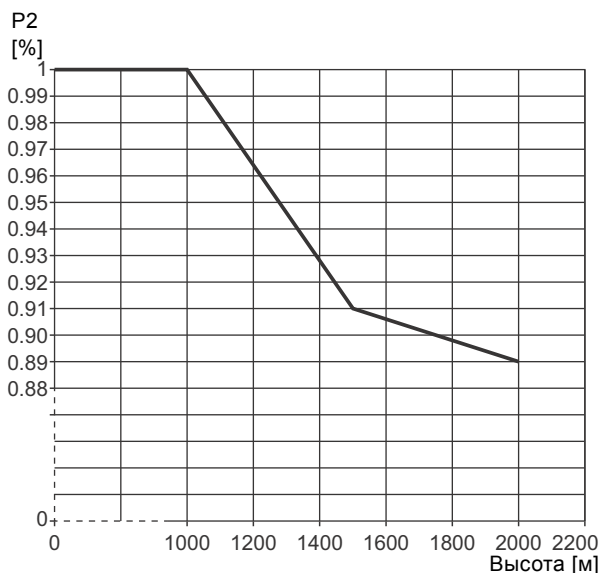

Рис. 3 Снижение выходной мощности электродвигателя (P2) в зависимости от высоты над уровнем моря
- При установке насоса на высоте более 1000 м над уровнем моря, запрещается эксплуатация электродвигателя с полной нагрузкой, так как охлаждающая способность воздуха ухудшается из-за его низкой плотности. См. рис. 3.